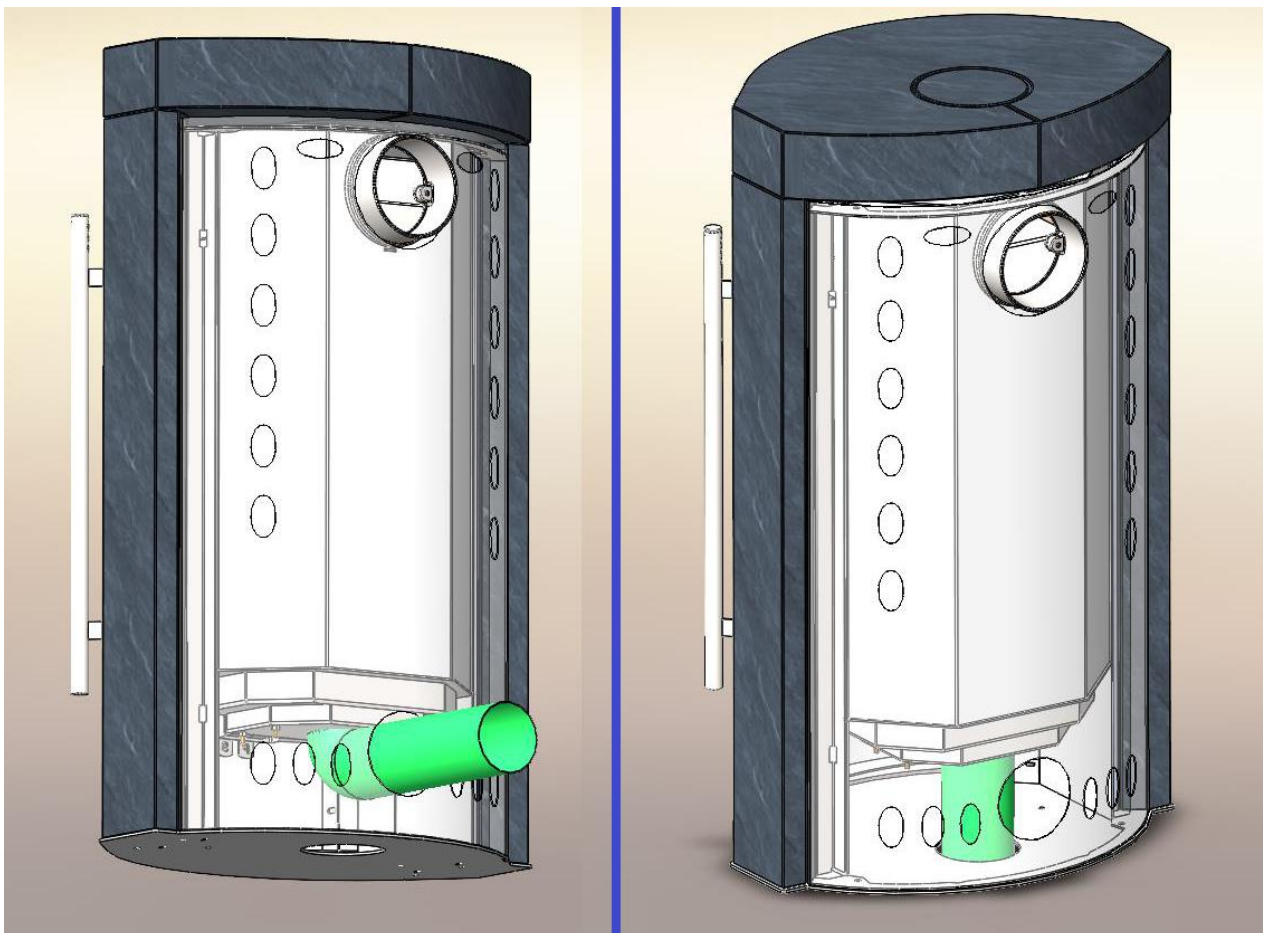

Abbildung 4 Anschluss für Außenluft an der Rückseite / am Boden
5. Abbildung 4 Anschluss für die Außenluftzufuhr an der Rückseite / am Boden	Seite 5
Der Kamin bietet die Möglichkeit, eine externe Luftzufuhr anzuschließen. Dafür wird ein flexibles Aluminiumrohr mit einem inneren Durchmesser von $\varnothing 150$ und eine entsprechende Schelle benötigt. Die externe Luftzufuhr wird empfohlen, wenn sich der Kamin unter ungünstigen Betriebsbedingungen befindet (Tabelle 2), sowie zur Steigerung der Effizienz (Für einen ordnungsgemäßen Betrieb des Kamins ist eine Luftzufuhr erforderlich. Wenn Raumluft verwendet wird, muss das Fenster häufiger geöffnet werden). Die Anschlussdarstellung an die externe Luftzufuhr ist in Abbildung 4. zu sehen. Der Anschluss kann durch den Boden des Raumes oder durch die Wand erfolgen.